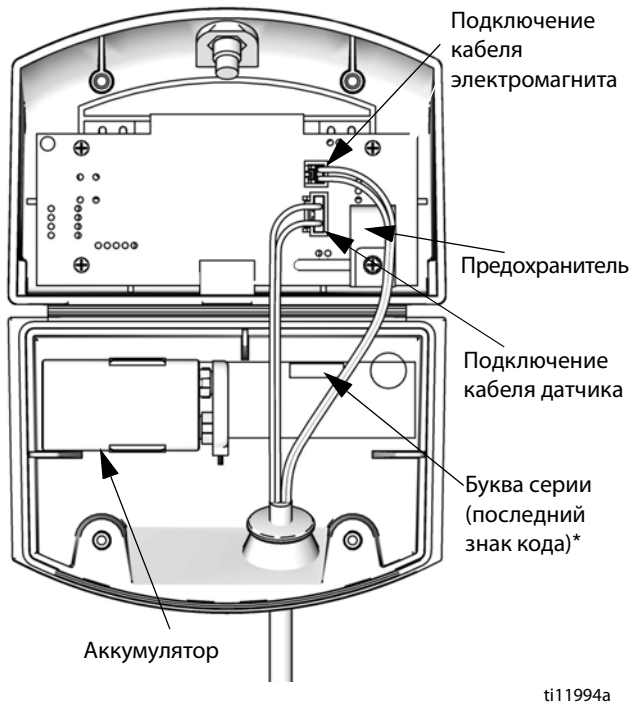

Рис. 12. Отсек аккумулятора и предохранителя в модуле DataTrak
5. Отсоедините отработанный аккумулятор и замените его новым одобренным аккумулятором. См. Рис. 12. К числу одобренных относятся щелочной аккумулятор Energizer № 522, щелочной аккумулятор Varta № 4922, литиевый аккумулятор Ultralife № U9VL и щелочной аккумулятор Duracell № MN1604.
\* На рис. 12 показано, где указана буква серии.